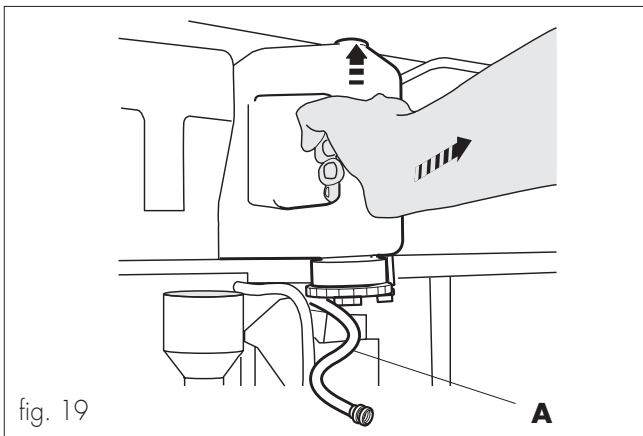

fig. 19
- Desempalmar el tubo (ref. **A**, fig. 19) del depósito interviniendo sobre la conexión automática
- Extraer el depósito de su alojamiento elevando ligeramente por el asa (fig. 19).